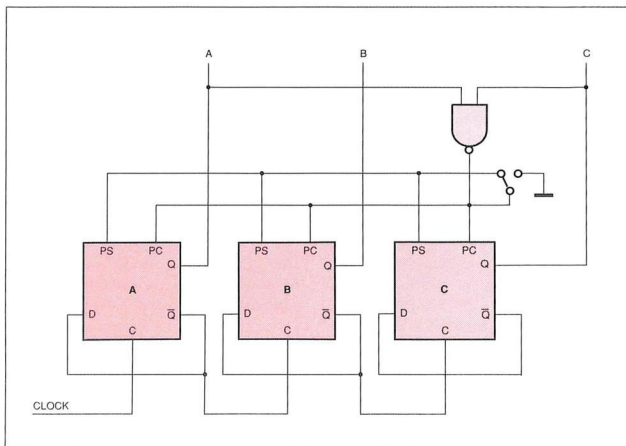

Figura 22-11. Contatore a modulo 6.
Sarà indispensabile un sistema per riportare a 000 il conteggio dopo 101 (5). In Figura 22-11 è indicata la soluzione. L'uscita verso la porta NAND viene riportata all'ingresso di preclear. Ricordate che un livello logico "0" su questa linea d'ingresso costringerà tutti gli ingressi Q a ritornare a "0".
Tabella 22-5. Tabella della verità per il circuito di figura 22-11.